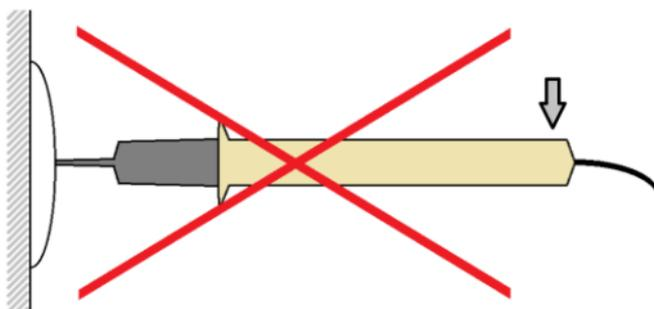

Fig. 3
- Lassen Sie das Gerät niemals - ohne es zu halten - in einer Steckdose stecken, da es sonst beschädigt werden kann. (siehe Fig. 3)